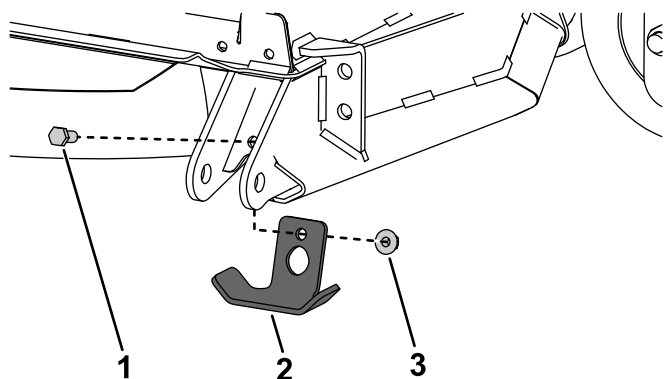

Figura 9
2. Rimuovete i dispositivi di fissaggio che fissano il paramotore preesistente all'apparato di taglio (Figura 9).